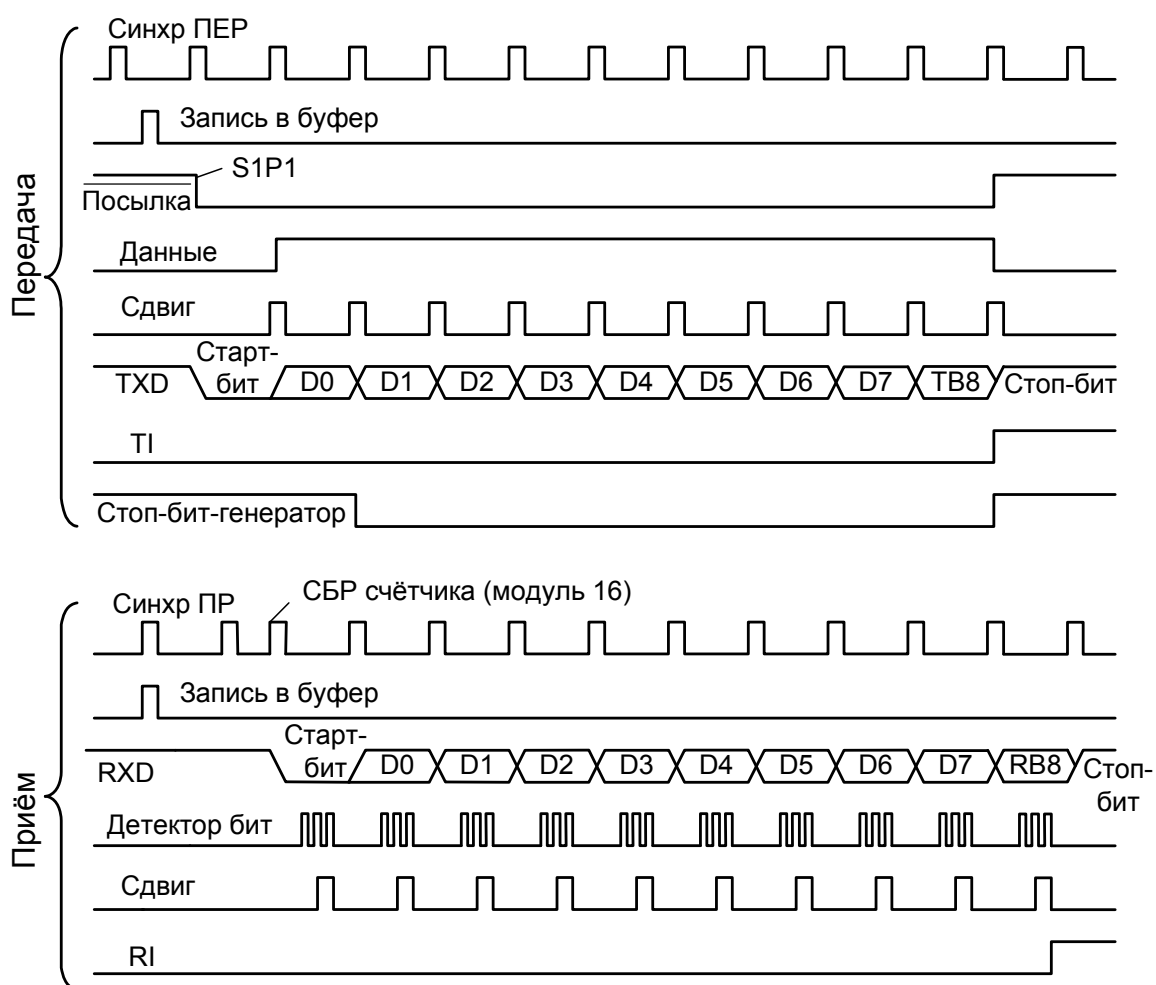

Рис. 17. Временная диаграмма работы UART в режимах 2 и 3
Режимы 2, 3. Через вывод TXD UART передаёт или с вывода RXD принимает 11 бит: старт-бит (0), 8 бит данных, программируемый девятый бит и стоп-бит (1). На временной диаграмме (рис. 17) показана работа UART при передаче и приёме данных в режимах 2 и 3. Как видно, режимы 2 и 3 отличается от режима 1 только наличием девятого программируемого бита. Вследствие этого несколько изменяются условия окончания цикла приёма: блок управления приёмником сформирует управляющий сигнал *Загрузка буфера*, загрузит RB8 и установит флаг RI только в том случае, если в последнем такте сдвига выполняются два условия: бит RI = 0 и либо SM2 = 0, либо значение принятого девятого бита данных равно 1 [1].